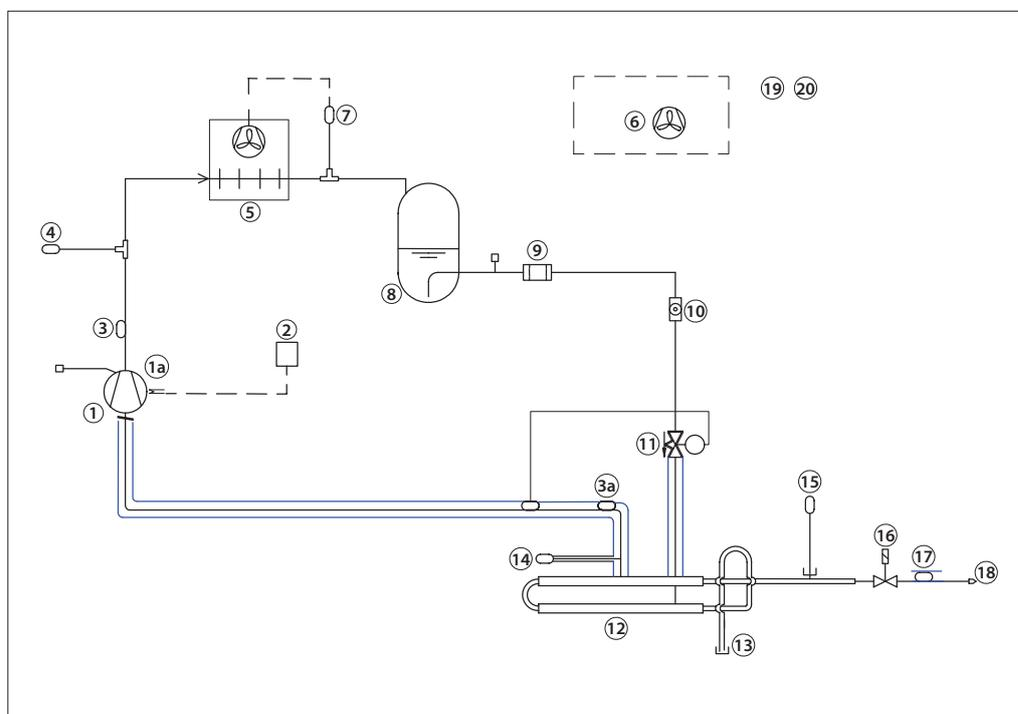

Fig. 1 - Disposizione unità di spurgo R452A
L'unità di spurgo necessita solo di due connessioni meccaniche (vedere fig. 1). L'ammoniaca/i gas N.C. fluiscono dall'impianto principale tramite la flangia per ammoniaca (vedere 13 nella Fig. 1 sottostante), mentre i gas N.C. vengono spurgati tramite il tubo di sfianto a valle del restrittore di spurgo (18).